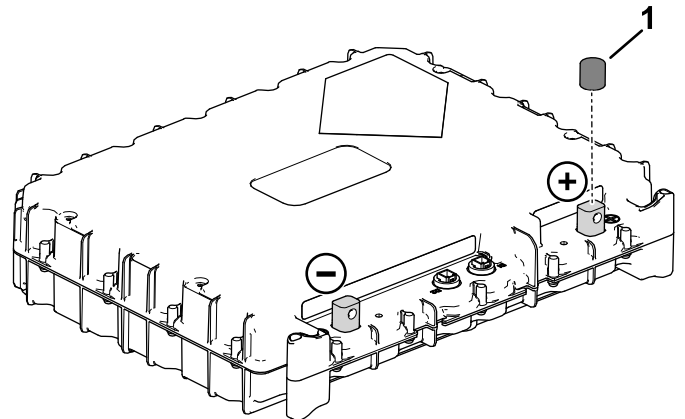

Figura 12
- A. Togliete il tappo (Figura 12) dai morsetti positivi.